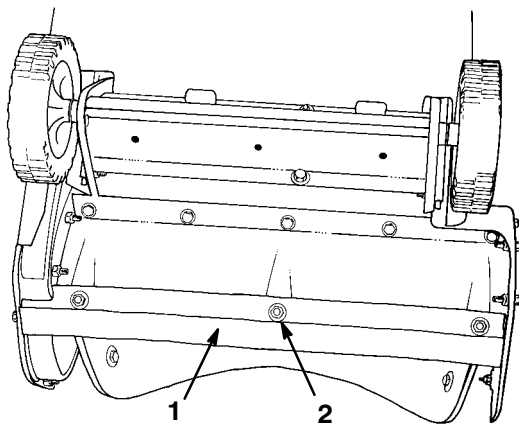

Figure 12
5. Enlevez les trois vis de carrossier et les trois contre-écrous qui fixent la lame racleuse en place, puis déposez la lame (Fig. 12).